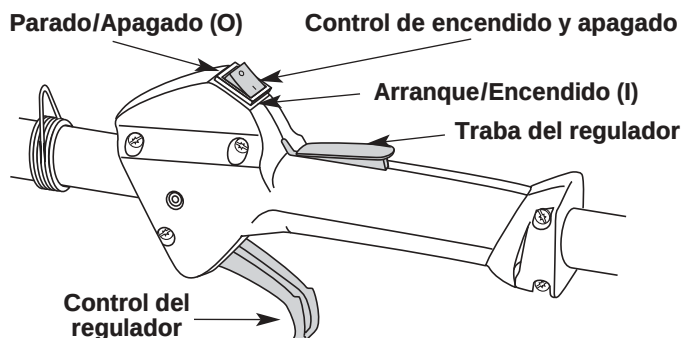

Fig. 16
2. Coloque el control de encendido y apagado en posición de **ENCENDIDO** (I) (Fig. 16).
2. Coloque el control de encendido y apagado en posición de **APAGADO** (O) (Fig. 16).